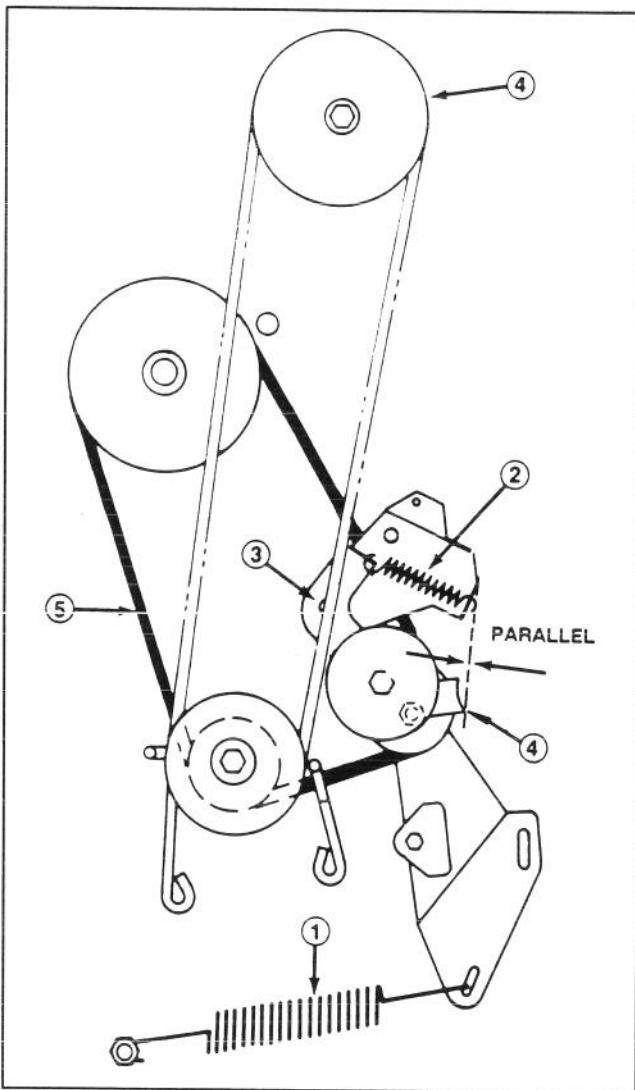

Abbildung 20
7. Die große Traktionsfeder aus der Befestigungsschraube aushaken (Abb. 20). Beim Entfernen dieser Feder mit Vorsicht umgehen – sie steht unter hoher Spannung.
8. Die Mitläufefeder aus dem Mitläufeprofil aushaken (Abb. 20).
9. Die das Mitläufeprofil am Rahmen absichernde Gegenmutter, Unterlegscheibe und das Profil (Abb. 20) entfernen.
10. Die Gegenmutter an der Laufscheibe soweit lockern, bis die Riemenführung entfernt werden kann (Abb. 20). Den Riemen von allen Laufscheiben abnehmen.
- Hinweis:** Bei der erneuten Installation der Riemenführung am Mitläufeprofil sicherstellen, daß die Kanten der Riemenführung, wie in Abb. 20 dargestellt, parallel zum Riemen stehen.